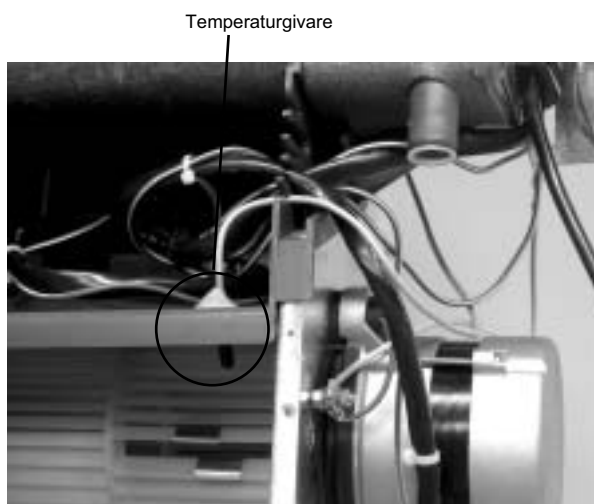

Fig. 11
- a. Temperaturgivaren monteras i ingående luft enligt fig. 11.